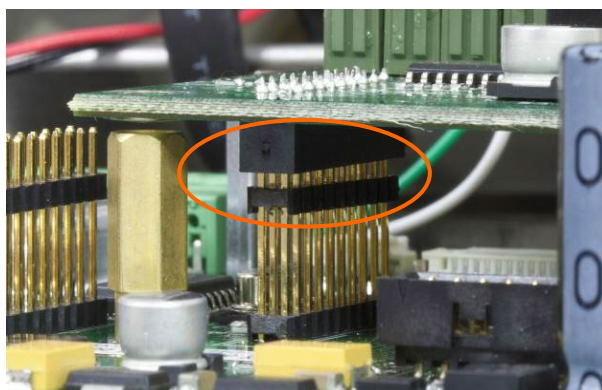

Figura 5-17: Allineamento pin scheda opzionale
2. Spingere la scheda madre leggermente verso il basso, in modo che tutti i pin sul connettore della scheda madre scorrano nella presa sulla parte inferiore della scheda opzionale. Se correttamente installato, ciascun pin si inserisce nel foro corrispondente nel connettore. Fare riferimento alla Figura 5-17.